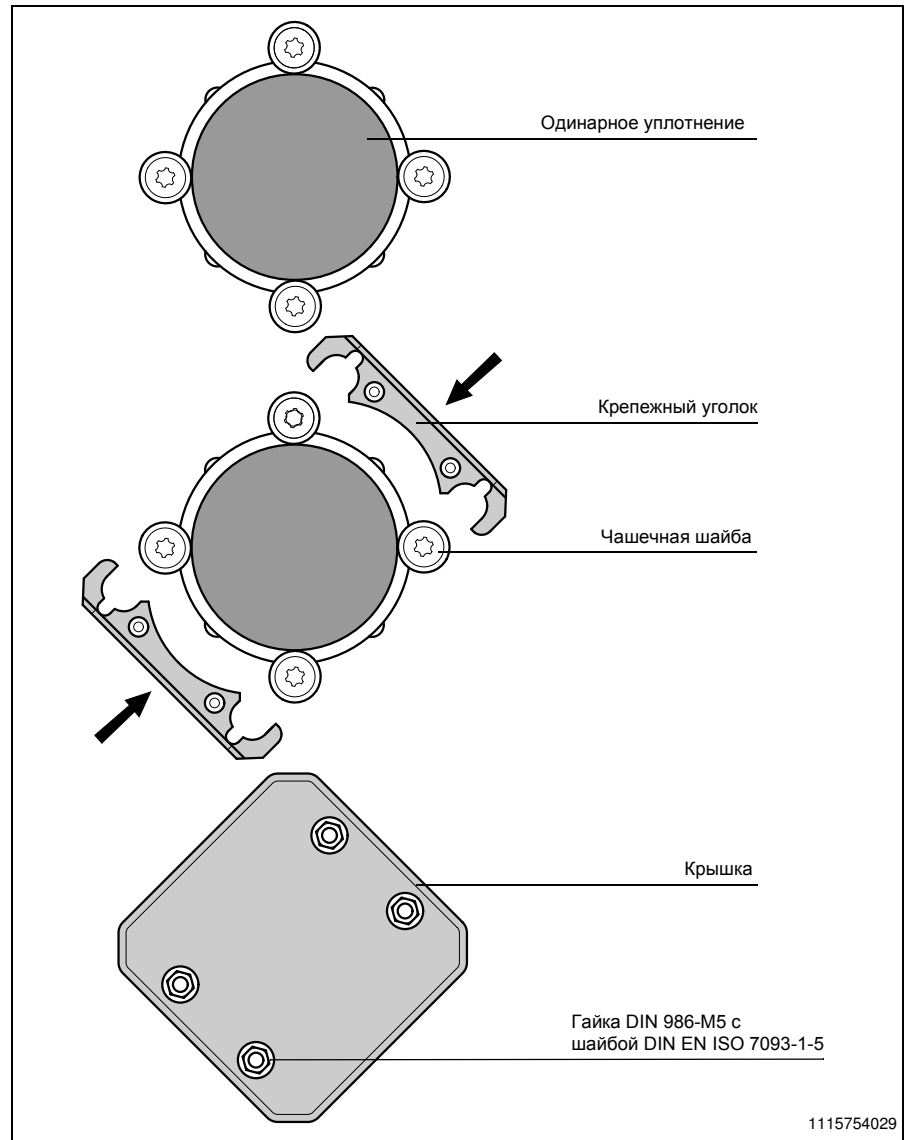

Рис. 19
13. Установите концевые муфты (Рис. 19).